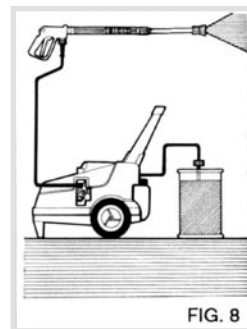

FIG. 8
1) Промойте аппарат от остатков химических средств (рис.8). Для этого опустите шланг подачи химических средств в емкость с чистой водой и запустите установку на 1 минуту, установив насадку в положение подачи химического средства.
- 4) Промойте аппарат от остатков химических средств (рис.8). Для этого опустите шланг подачи химических средств в емкость с чистой водой и запустите установку на 1 минуту, установив насадку в положение подачи химического средства .